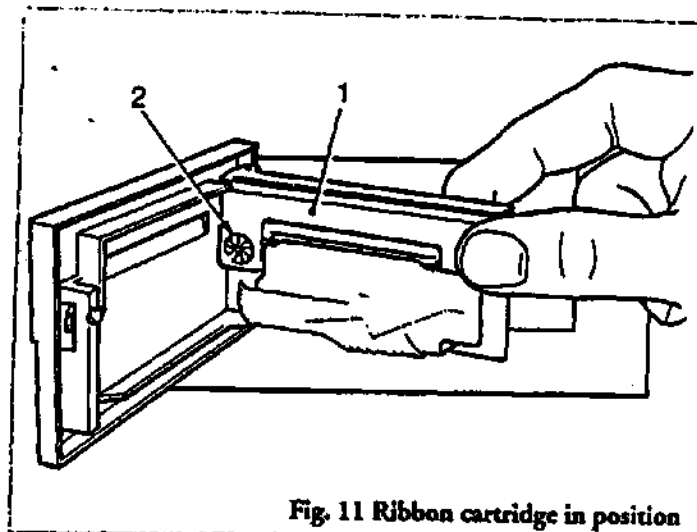

Fig. 11 Ribbon cartridge in position
- (3) Полностью открыв дверцу принтера выставьте механизм принтера и ленточного катриджа (1, рис. 11).
- (4) Пальцами сожмите тот конец катриджа на котором отмечено "PUSH" (толкая) (1, рис.11) и вытащите катридж.
- (5) Установите новый катридж проверяя чтобы левая сторона катриджа была бы правильно установлена на ведущий вал и аккуратно вдавите катридж на место.
- (6) Убедитесь, что лента хорошо натянута. Если необходимо, подтяните ленту путём вращения видимого диска катриджа (2, рис.11) по часовой стрелке пальцем или отвёрткой.
- (7) Установите рулон бумаги (см.параграф 5 (5) до (9).)